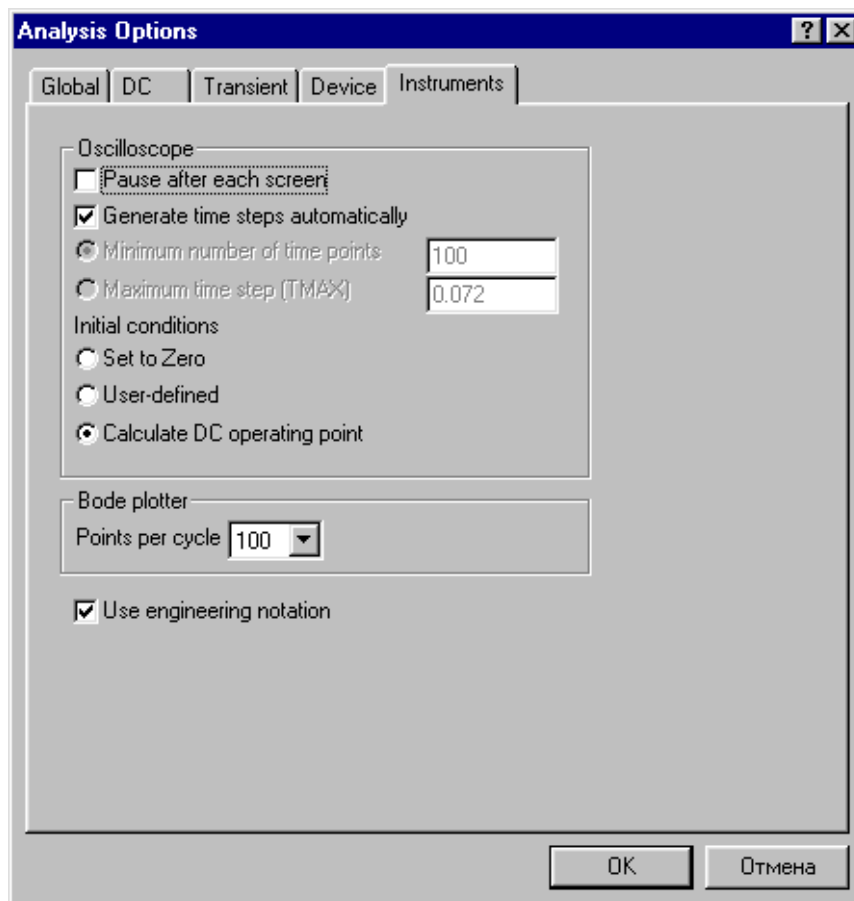

Рисунок 31 - Закладка Instruments установки параметрів моделювання Analysis Options
Закладка Instruments служить для налаштування параметрів контрольно-вимірювальних приладів (Рис. 31):
- Initial conditions – установка початкових умов моделювання (призначення налаштувань цього блоку розглядалися при описі вікна на Рис.31);